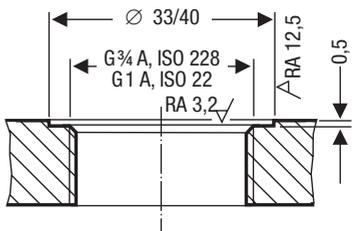

Fig. 13
- ¡Las superficies de estanqueidad de la tapa de la brida deben estar mecanizadas correctamente según **Fig. 13** !
7. Controlar las superficies de junta. **Fig. 13**
8. Colocar la junta anular ⑧ adjunto en el asiento de estanqueidad de la tubuladura roscada o de la tapa de brida. **Fig. 13**
9. Untar la rosca del electrodo ⑩ con un poco de grasa de silicona resistente al calor (por ejemplo, WINIX® 2150).